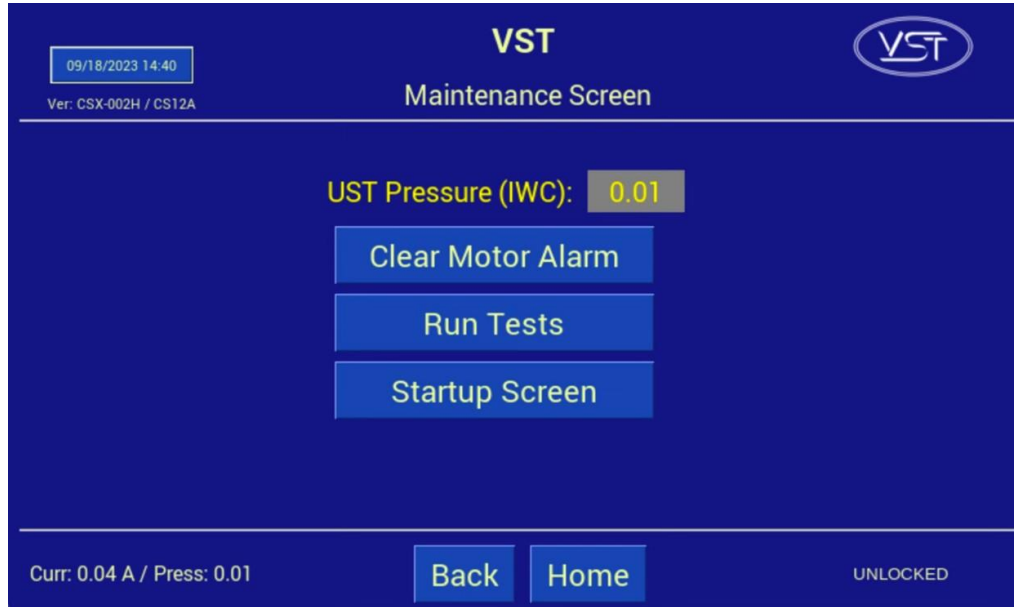

Figura 6-5: Pantalla de mantenimiento
- En el panel de control de VST, verifique que aparezca la pantalla de mantenimiento en el PLC. **Vea la Figura 6-5.** (La GREEN MACHINE ahora está en el modo Manual OFF [apagado manual] y no funcionará.)
1. Presione el botón “Run Tests” para acceder a la pantalla de la prueba de funcionamiento. **Vea la Figura 6-5.**
6. En la pantalla de mantenimiento, presione el botón "Startup" para navegar a la pantalla de inicio. La contraseña para esta pantalla es "1793". **Vea la Figura 6-5.**